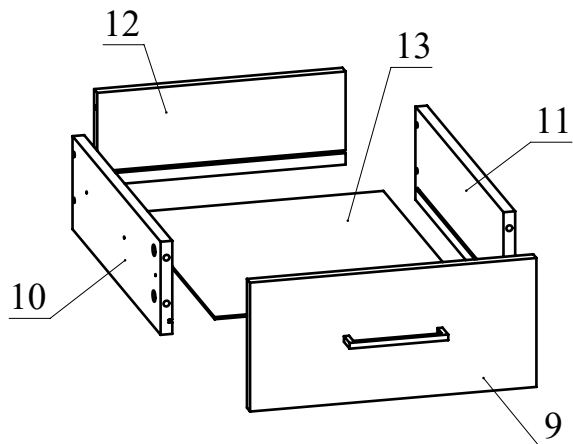

Рис.8
- Соберите ящик. Для этого соедините детали 10 и 11 с деталью 12 при помощи конфирматов. Вставьте дно ящика 13 из ДВП в пазы деталей 10, 11, 12. Соедините фасад ящика 9 с полученной конструкцией и затяните головки минификсов (Рис. 8).